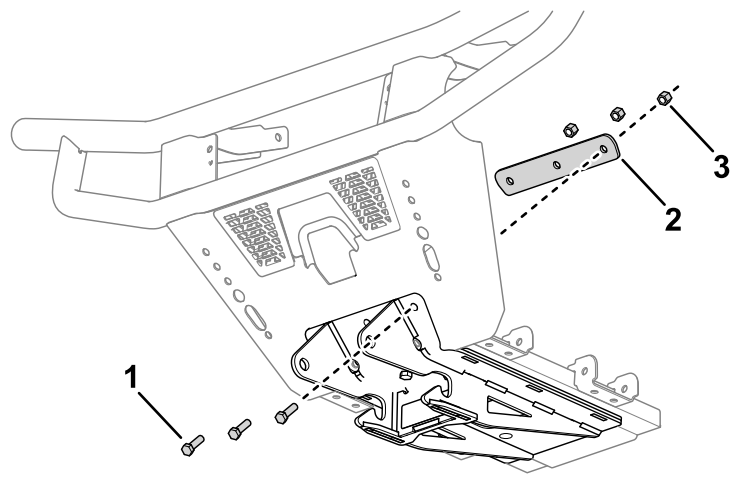

Figura 3
8. Avec 3 boulons, 3 écrous et une plaque d'appui, positionnez et fixez légèrement la plaque de protection (Figura 3).